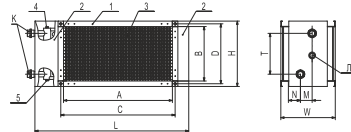
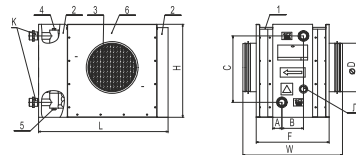

Fig 1
Fig 2
lwh besteht aus einem Gehäuse (1), einer im Gehäuse integrierten Heizeinheit (3) sowie einem runden oder rechteckigen Anschlussstutzen, Abb. 1 und Abb. 2. Das Gehäuse besteht aus einer Gehäusesseite (6 für die Rohr-Warmwasser-Heizregister) und zwei Schutzmänteln (2) aus verzinktem Stahlblech.
Am Ausgangskollektor des Heizregisters ist ein Gewindestutzen (Gewinde G1/4) mit einem Stopfen (siehe L, Abb. 1 und Abb. 2) montiert. Der Stopfen kann zur Temperaturmessung und für den Frostschutz des Heizregisters durch einen Eintauch-Temperatursensor ersetzt werden. Das Heizregister ist mit einem Entlüftungsnippel mit Gewinde G1/2 (4) und einem Entleerungsstutzen mit Gewinde G1/2 (5) an der Stirnseite ausgestattet.
Die Grundabmessungen für die Warmwasser-Heizregister mit einem rechteckigen und runden Anschlussstutzen sind in den Tabellen 1, 2 und in Abb. 1 und Abb. 2 angegeben. Die Grundparameter und die technischen Daten sind in Tabellen 3, 4 angegeben.